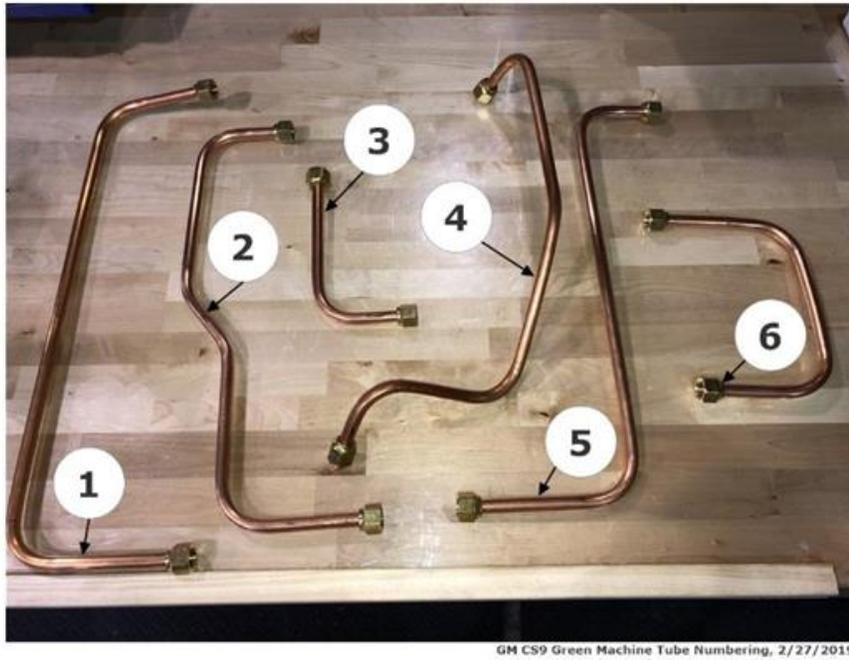

Figura 9-23: Tuberías 1 a 6 retiradas
5. Utilizando la tubería plástica, sople a través de los cinco tubos de cobre que se han retirado para eliminar cualquier posible desecho. **Vea la Figura 9-23.**